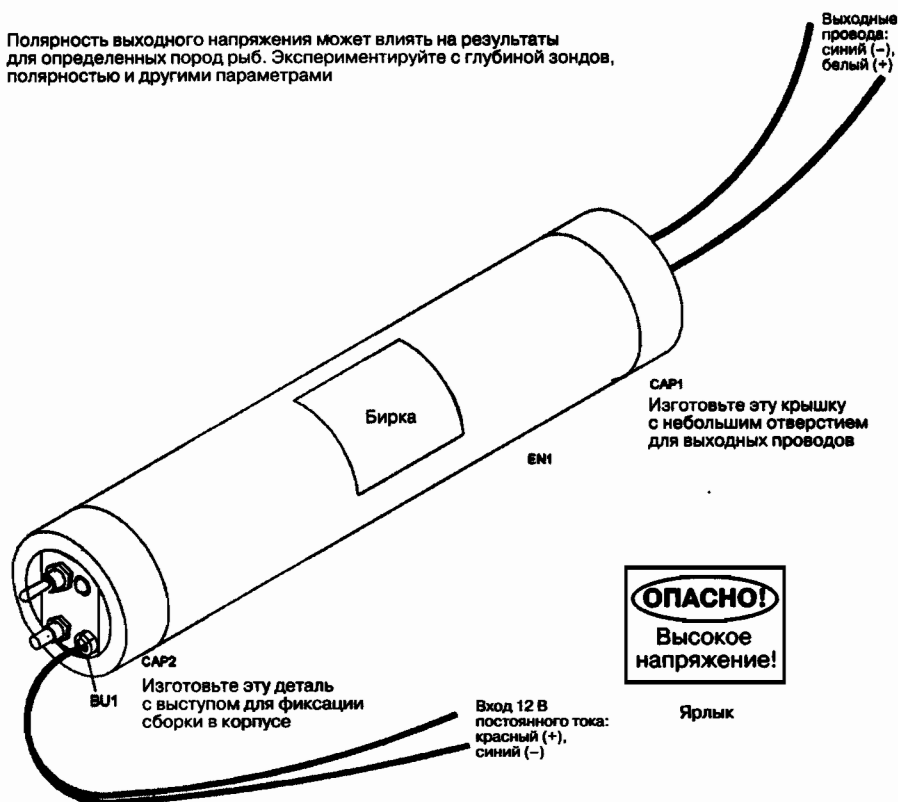

Рис. 24.7. Устройство после окончательной сборки
4. Прикрепите к корпусу ярлык, предупреждающий об опасности поражения электрическим током (рис. 24.7).